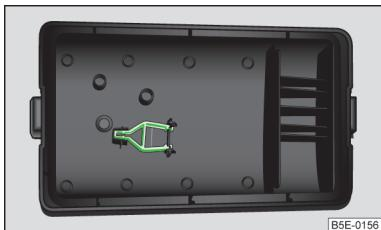

Fig. 219
- Coja la grapa de plástica que se encuentra bajo la tapa de la caja de fusibles del vano motor » fig. 219 de la página 266.